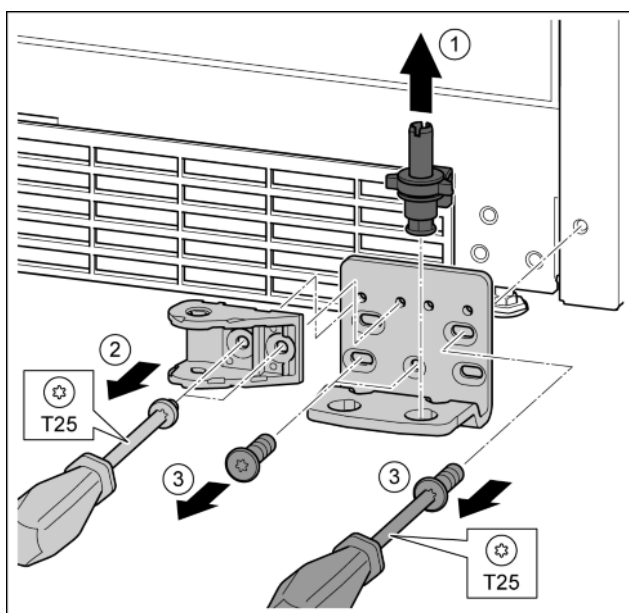

Fig. 33
- ▶ Lagerbouten compleet vanaf de bovenkant eruit trekken. Fig. 33 (1)
- ▶ Schroeven met schroevendraaier T25 eruit draaien en de sluitdemperverbinding eraf halen. Fig. 33 (2)
- ▶ Schroeven met schroevendraaier T25 eruit draaien en lagerbus eraf halen. Fig. 33 (3)